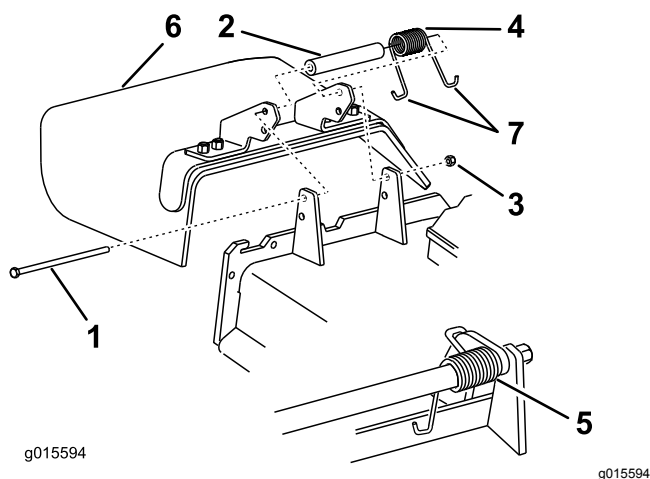

Figura 6
4. Togliete il dado di bloccaggio, il bullone, la molla e il distanziale che fissano il deflettore alle staffe orientabili (**Figura 6**).
5. Rimuovete il deflettore dell'erba (**Figura 6**).